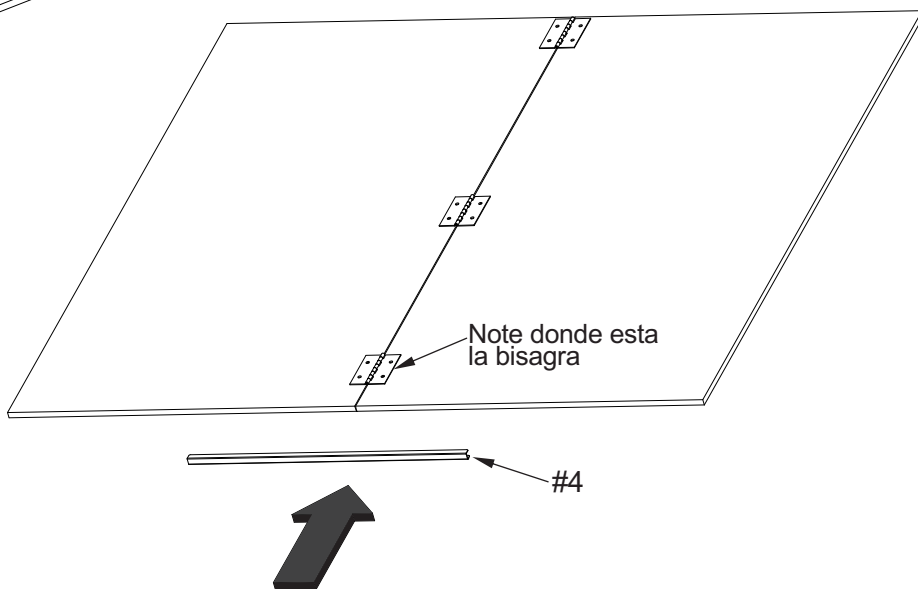

Figura 2
2. Deslice el borde de refuerzo sobre la orilla donde va ir la red (orilla sin raya) de la mesa. Centre el refuerzo en la mesa. Repita los pasos 1-2 en esta pagina para la otra mitad. Ver Figura 2.